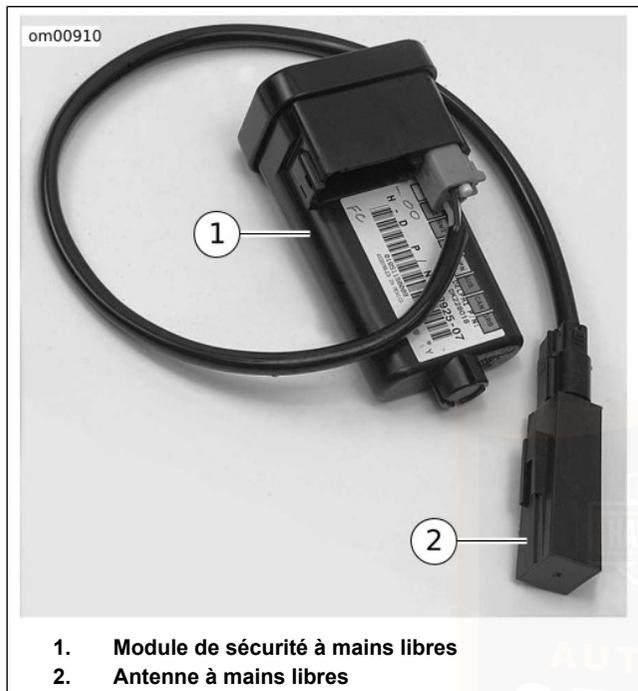

Figure 39. Module de sécurité avec antenne (illustré déposé)
Voir Figure 39. Le système de sécurité Smart de Harley-Davidson (H-DSSS) inclut un module de sécurité à mains libres (HFMS) (1) et une antenne à mains libres (2) montés sur la moto, et un porte-clés à mains libres **conservé** par le conducteur/passager.